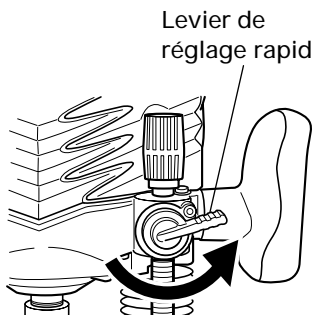
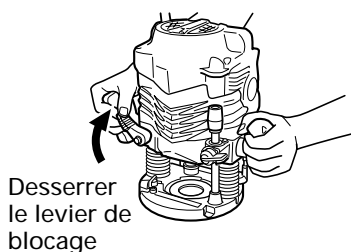

Fig. 4
Fig. 5
- (2) Tournez le levier de réglage rapide dans le sens contraire des aiguilles d'une montre jusqu'à ce que celui-ci s'arrête. (Fig. 4)
- (3) Tournez le bloc d'arrêt de façon à ce que la section à laquelle la vis de réglage de la profondeur de coupe sur le bloc d'arrêt n'est pas attachée vienne se situer en dessous de la colonne d'arrêt. Desserrez le bouton d'arrêt de colonne en laissant la colonne d'arrêt être en contact avec le bloc d'arrêt.
- (4) Desserrez le levier de blocage et appuyez sur le corps de l'outil jusqu'à ce que le couteau touche la surface plate. Resserrez le levier d'arrêt à ce moment là. (Fig. 5)
- (5) Resserrez le bouton de colonne. Alignez l'indicateur de profondeur avec la graduation "0" de l'échelle.
- (6) Desserrez le bouton d'arrêt de colle et élevez-le jusqu'à ce que l'indicateur soit aligné avec la graduation représentant la profondeur de coupe souhaitée. Resserrez le bouton d'arrêt de colonne.
- (7) Desserrez le levier d'arrêt et appuyez sur le corps de l'outil jusqu'au bloc d'arrêt pour obtenir la profondeur de coupe souhaitée.